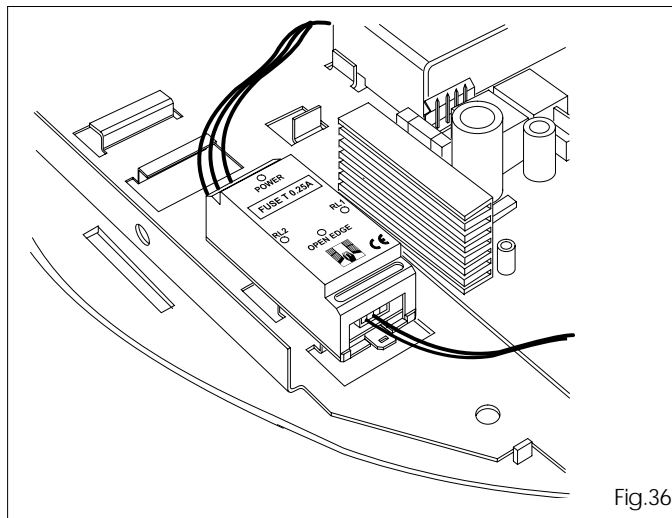

Fig.36
- Si l'utilisation de la carte pour Borde CN60-E est prévue, un logement est disponible dans le carter de l'opérateur dans la position illustrée par la figure 36.